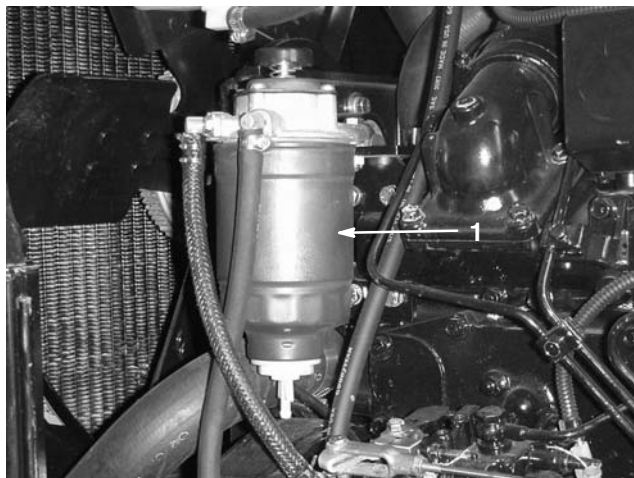

Bild 40
1. Ermitteln Sie den Kraftstofffilter/Wasserabscheider in der Nähe des Lüfters links am Motor. Entleeren Sie ihn täglich (Bild 40).
2. Wechseln Sie alle 400 Betriebsstunden oder einmal im Jahr das Filterelement im Kraftstofffilter/Wasserabscheider aus (Bild 40) und lassen Sie das Wasser vom Kraftstofftank ab. Schmieren Sie den O-ring des Filters mit sauberem Kraftstofföl ein. Setzen Sie den Filter ein und ziehen Sie ihn nur mit der Hand fest.